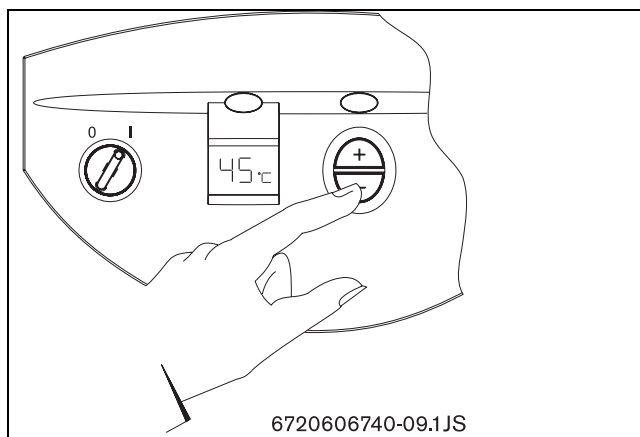
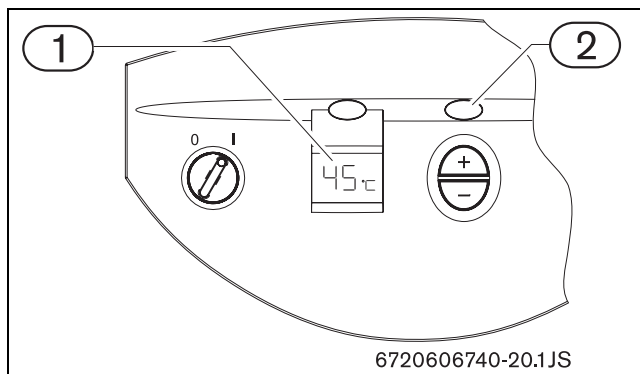
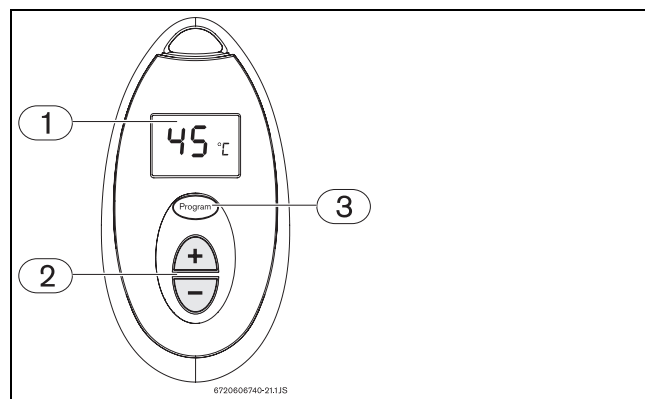

Fig. 7
Fig. 8 Quadro comandi
Fig. 10 Telecomando: memorizzazione temperatura
Il valore della temperatura visualizzato sul display del quadro comandi (→fig. 8, pos. 1) e sul display del telecomando (→fig. 10, pos.1) corrisponde alla temperatura misurata all'uscita dall'apparecchio.
- ▶ Premere i tasti  $\oplus$  oppure  $\ominus$  sul quadro comandi (→Fig. 7) fino a visualizzare sul display del quadro comandi (→Fig. 8, pos. 1) il valore desiderato (temperatura in gradi centigradi).
- ▶ Premere i tasti + oppure - sul quadro comandi (→Fig. 7), fino a visualizzare sul display del quadro comandi (→Fig. 8, pos. 1), il valore desiderato (temperatura in gradi centigradi).
- ▶ Ora è possibile memorizzare tale temperatura, premendo per 3 sec. il tasto "Program" (→Fig. 8, pos. 2) sul quadro comandi.
- ▶ Premere i tasti oppure sul telecomando (→Fig. 10, pos. 2) fino a visualizzare sul display del telecomando (→Fig. 10, pos. 1) il valore desiderato (temperatura in gradi centigradi).
- ▶ Premere i tasti oppure sul telecomando (→Fig. 10, pos. 2), fino a visualizzare sul display del telecomando (→Fig. 10, pos. 1) il valore desiderato (temperatura in gradi centigradi).
- ▶ Ora è possibile memorizzare tale temperatura, premendo per 3 sec. il tasto "Program" sul telecomando (→Fig. 10, pos. 3).